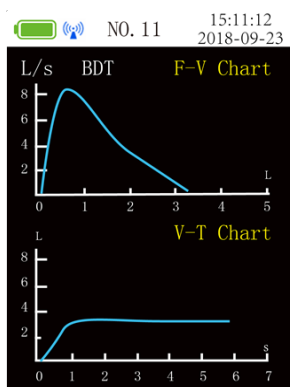

Figura 5 Diagrama debit-volum și Diagrama volum-timp
c. „Diagrama debit-volum” și „Diagrama volum-timp” prezentate în Figura 5 vor apărea după apăsarea tastei SUS sau JOS în interfața principală a parametrilor, Figura 4 și Figura 5 sunt interfața principală.